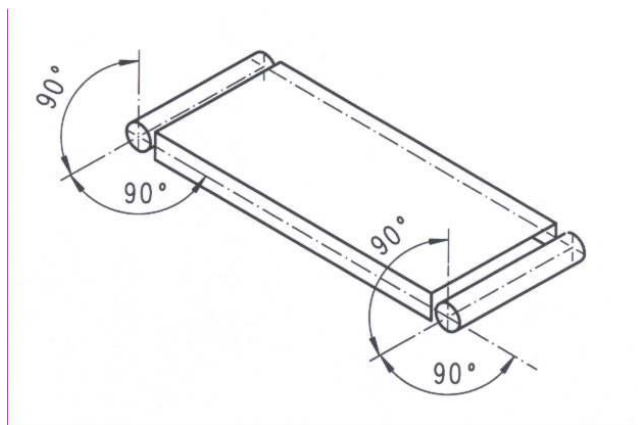

Fig. 6 : alignement des axes
- Alignez les axes des rouleaux d'entraînement et de renvoi les uns par rapport aux autres et par rapport au corps de bande (fig. 6).